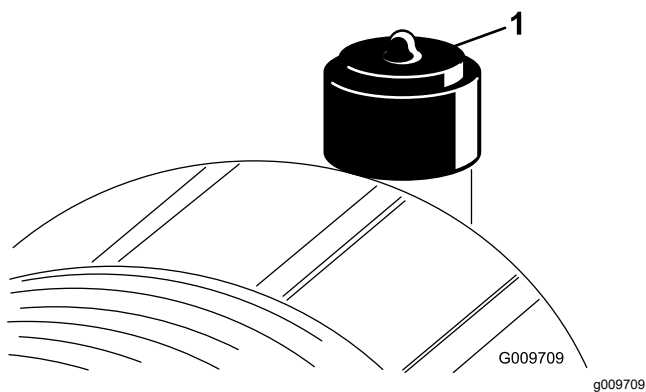

Figure 58
Faites l'entretien du filtre à air uniquement quand l'indicateur de colmatage indique que cela est nécessaire (Figure 58). Ne remplacez pas le filtre à air plus fréquemment que nécessaire ; cela ne fait qu'accroître le risque de contamination du moteur par des impuretés quand le filtre est déposé.
2. Réarmez l'indicateur de colmatage (Figure 58) s'il est rouge.